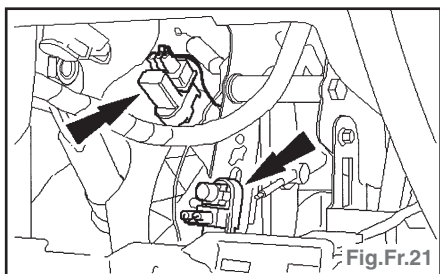

Fig.Fr.21
- Déposer le clip de fixation de contacteur de position de pédale de frein (BPP) (Fig.Fr.21).
- Détacher les contacteurs BPP et de position de pédale d'embrayage du support de pédale de frein (Fig.Fr.21).